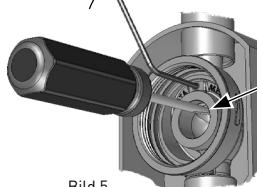

Bild 5
- Schiebehülse bis zum Anschlag in die Hülsenaufnahme eindrücken und mittels Gewindestift (aus Beipack) sichern (Bild 5).